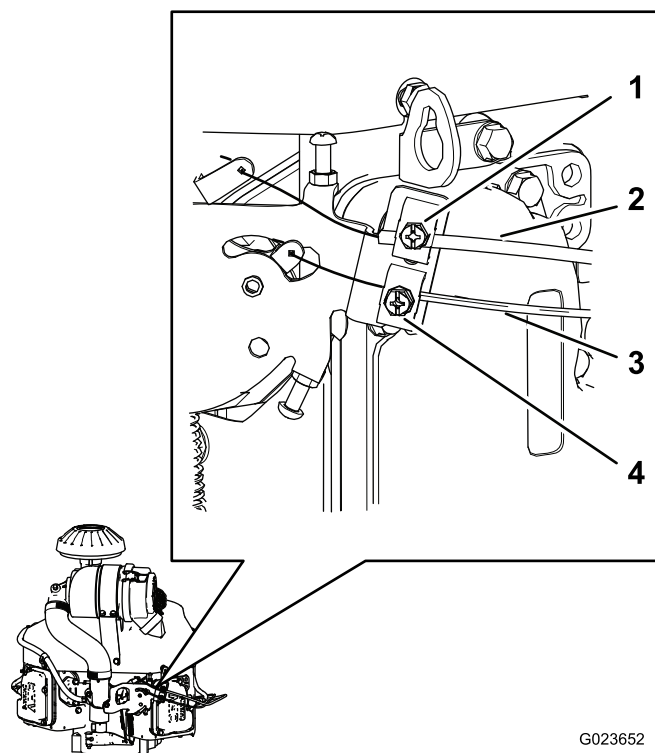

Рисунок 66
1. Ослабьте зажимной винт, который крепит оболочку тросика дроссельной заслонки к двигателю (Рисунок 66).
3. Потяните вверх оболочку тросика дроссельной заслонки (Рисунок 66) так, чтобы на нем почти не осталось провисания, и затяните зажимной винт.
1. Ослабьте зажимной винт, который крепит оболочку тросика воздушной заслонки к двигателю (Рисунок 66).
- Потяните вверх оболочку тросика воздушной заслонки (Рисунок 66) так, чтобы на нем почти не осталось провисания, и затяните зажимной винт.